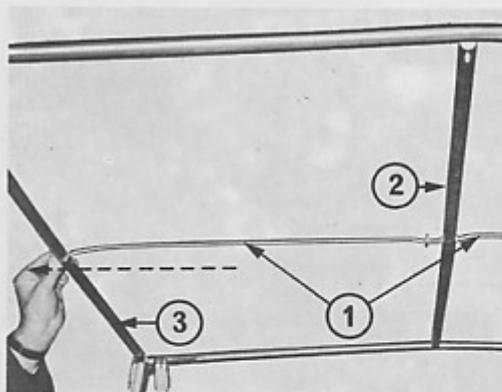

Fig. 35 - Smontaggio dell'armatura tubolare
- Fare scorrere l'insieme (cappotta avvolta e bocchetta di fissaggio) a sinistra e a destra (fig. 35) fino al disimpegno completo della parte superiore del parabrezza.
Armatura tubolare amovibile (fig. 35 a 40)